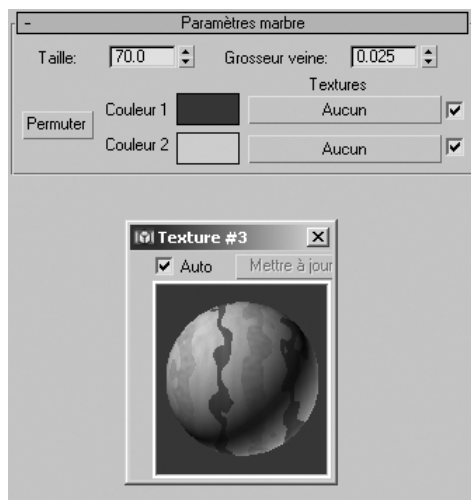

Fig.9.4
- ▶ **Marbre** : simule les veines du marbre à l'aide de deux couleurs franches et d'une couleur intermédiaire (fig.9.4).